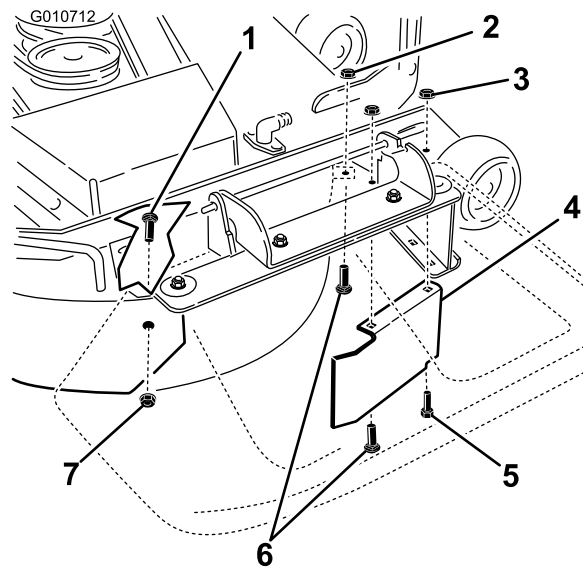

Bild 37
- Entfernen Sie die Schlossschraube (5/16 x 3/4 Zoll) und die Sicherungsmutter (5/16 Zoll) an der Rückwand des Mähwerks, die das Ablenkblech am Mähwerk befestigen (Bild 37).
- Ermitteln Sie den Ablenkblechschild an der vorderen Kante der Seitenauswurföffnung. Entfernen Sie die Befestigungen, mit denen der Ablenkblechschild und das rechte Ablenkblech am Mähwerk befestigt sind, siehe Bild 37. Entfernen Sie den Ablenkblechschild und bewahren Sie die Befestigungen auf.
13. Bringen Sie die Befestigungen an, die Sie vorher aus den vorderen Löchern in der Auswurfplatte und dem vorderen Loch am Mähwerk entfernt haben (Bild 37).